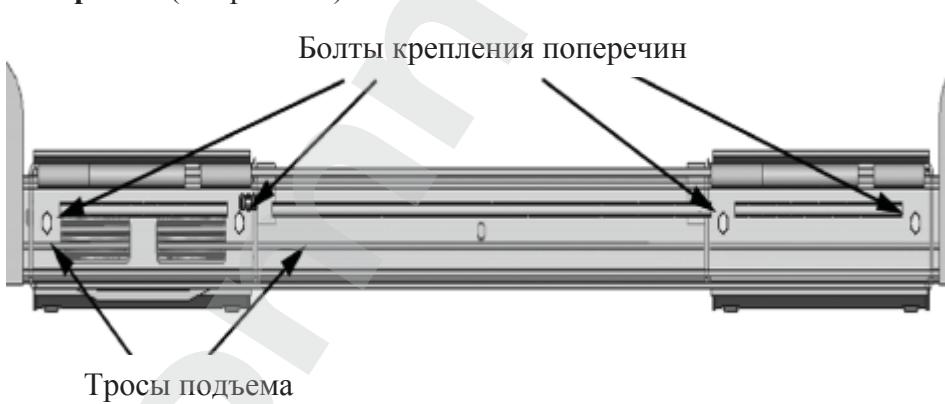

Рис. 8.2
- Пропустите резьбовые концы тросов через концы каждой поперечины. **При прокладке тросов, будьте внимательны**, убедитесь, что они проходят под болтами крепления поперечин (см. рис. 8.2).